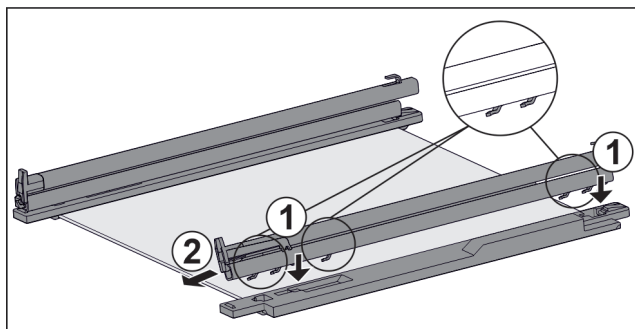

Fig. 160 Steklěna plošča z vodili in držalnimi deli
- ▶ Kavelj vodila namestite na odprtine **levega** držalnega dela. Fig. 160 (1)
- ▶ Vodilo potisnite proti sprednji strani. Fig. 160 (2)
- ▶ Kavelj vodila namestite na odprtine **desnega** držalnega dela. Fig. 160 (1)